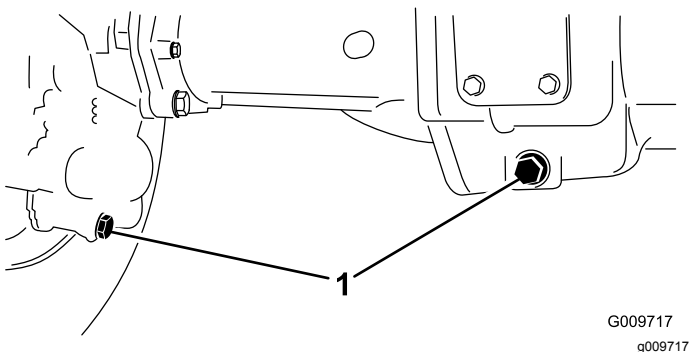

Bild 46
2. Reinigen Sie den Bereich um die drei Ablassschrauben, d. h. jeweils eine an beiden Enden und eine in der Mitte (**Bild 46**).